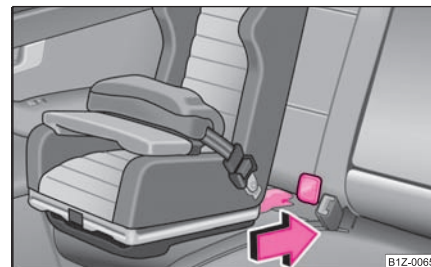

Fig. 133 El asiento infantil ISOFIX se introduce en los conos de alojamiento montados
- Empuje los reposabrazos del asiento infantil en las argollas de sujeción hasta que encaje de forma audible ⇒ fig. 133.